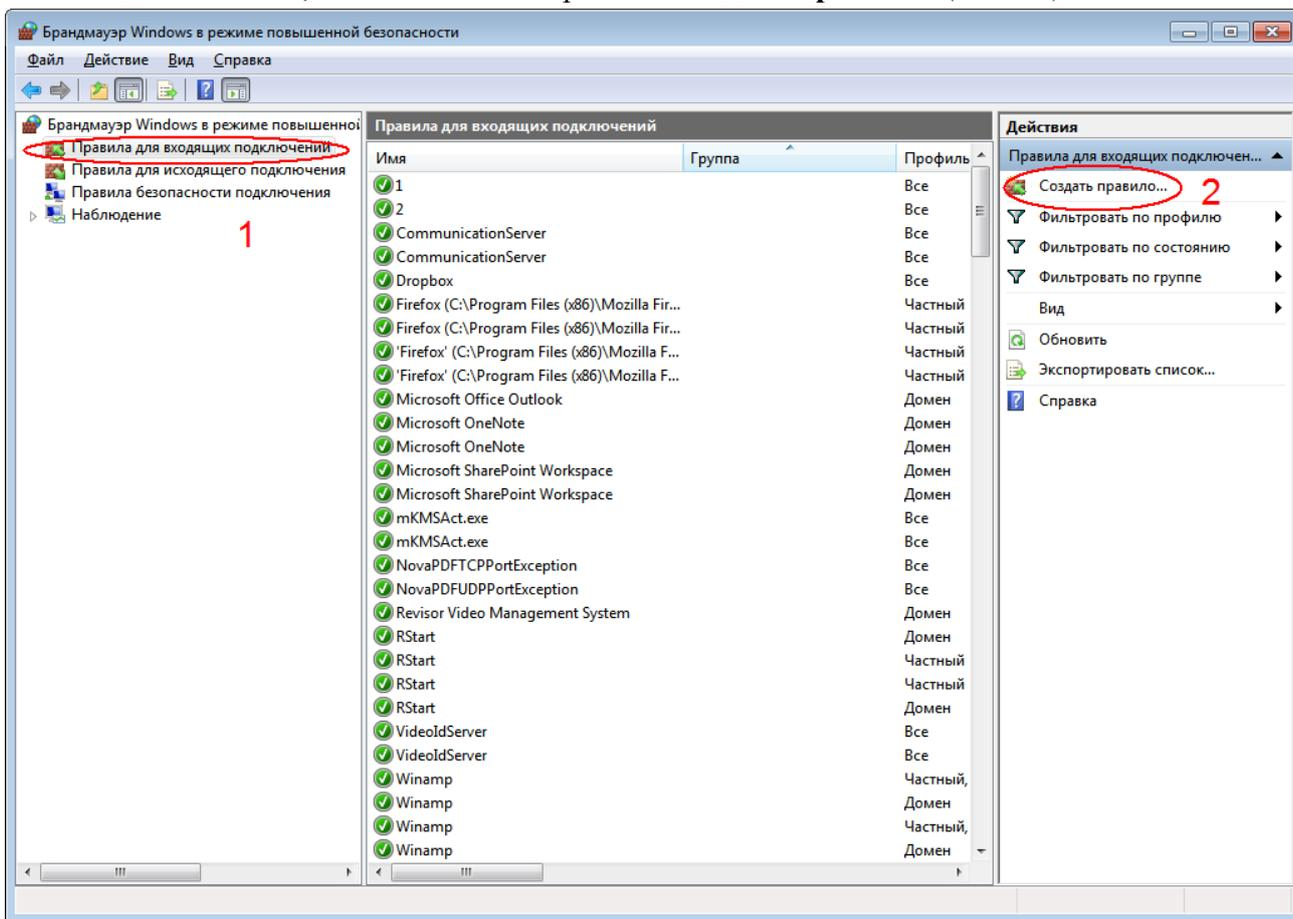

Рис. 36
- 2 В следующем окне следует выбрать в меню слева пункт «**Правила для входящих подключений**», а затем в меню справа – «**Создать правило**» (Рис. 36).